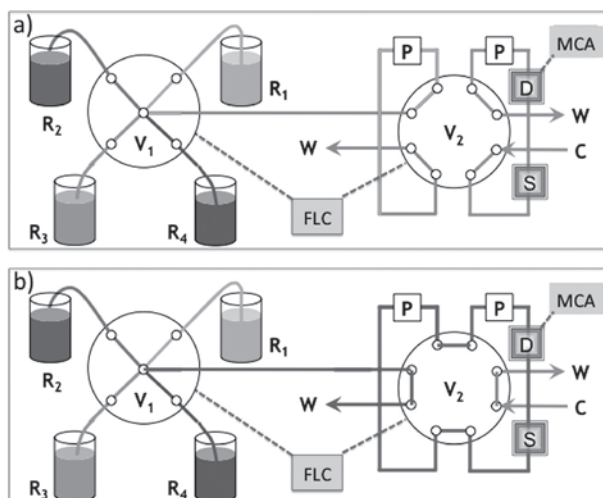

Fig.1 AIA システムの構成図 a) 注入モード b) 測定モード R₁ ~ R₄: 抽出用試薬, V₁, V₂: バルブ, P: ポンプ, D: 検出器, S: 試料カラム, FLC: 流路切り替えコントローラー, MCA: マルチチャンネルアナライザー, C: 水, W: 廃液
AIAシステムの模式図をFig.1に示す。AIAでは、バルブ、ポンプ、検出器、試料カラムを内径0.5mmのテフロン管で連結したシステムを構築し以下の操作を行う。
- 1) Fig.1 a) のバルブポジションにおいて、試薬 (R₁) を V₂ に装着したテフロンチューブ内に注入する。
- 2) Fig.1 b) のバルブポジションに切り替え、注入した溶液を試料カラムSに導入し反応させると共に、溶液中に抽出された測定対象物質の濃度を検出器Dで連続的に計測する。
- 3) 一定時間後、Fig.1 a) のバルブポジションに再び切り替え、V₁ のラインを R₂ にセットし、R₂ を V₂ に装着したテフロンチューブ内に注入すると共に S と D を水で洗浄する。